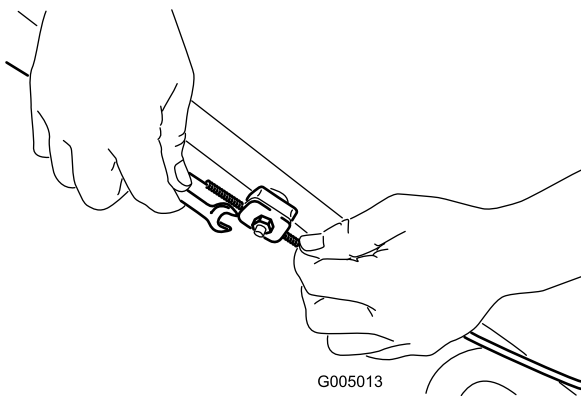

Bild 37
1. Lösen Sie die Kabelstützenmutter (Bild 37).